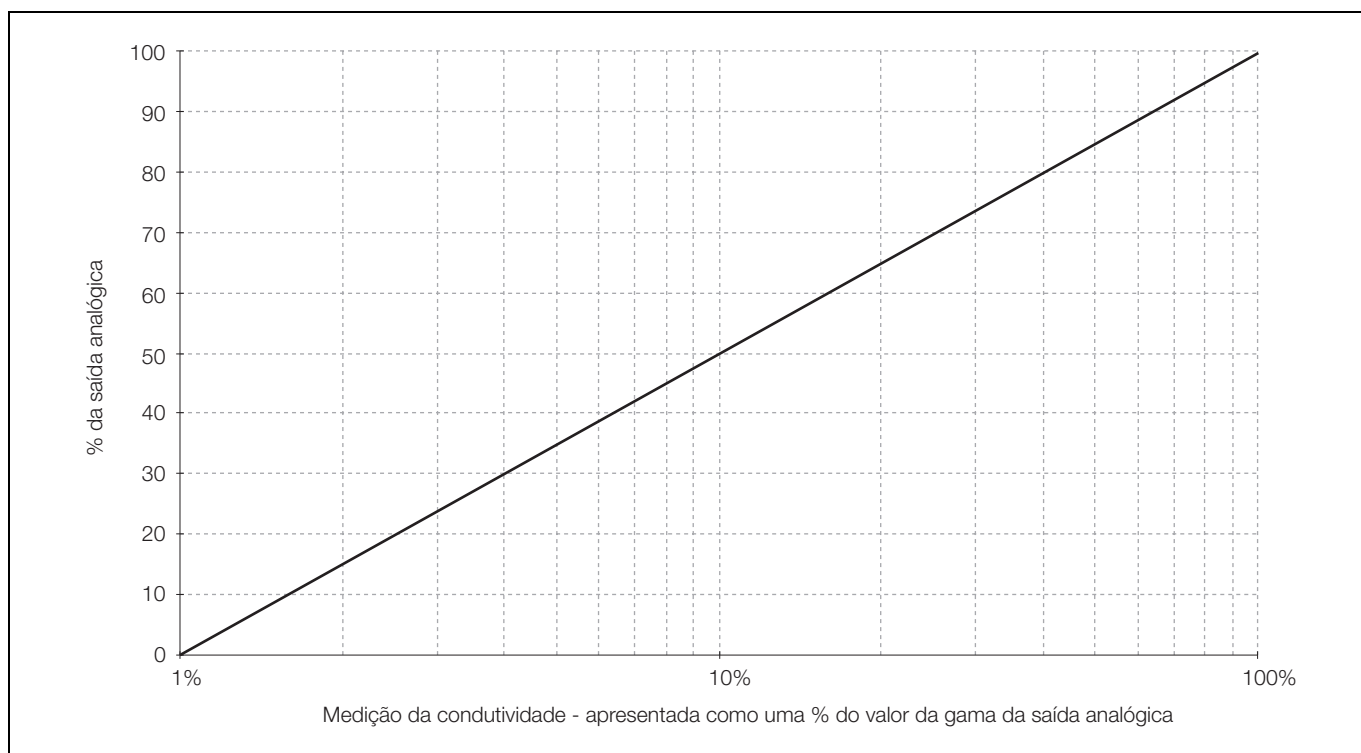

Fig. 5.7 Saída logarítmica (2 décadas)
Log. 2 – Logarítmica, duas décadas – consulte a Fig. 5.7 na página 39
5.6.2 Saída logarítmica (2 décadas) – Fig. 5.7